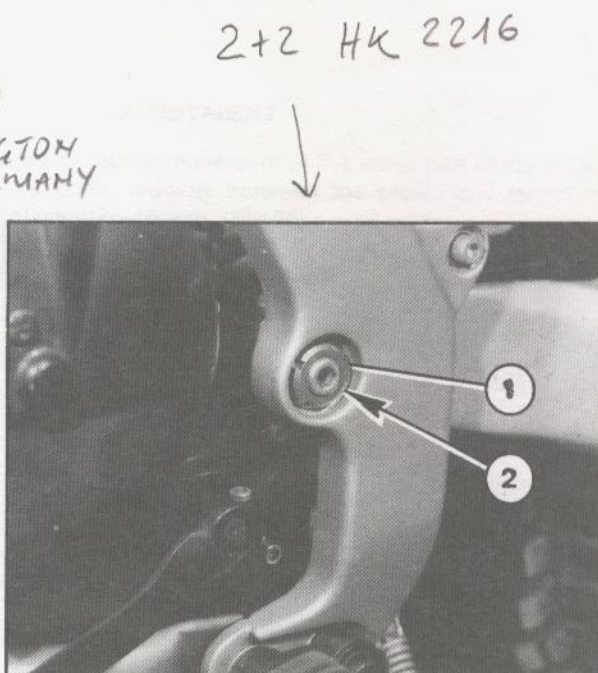

Fig. 29
- Svitare la ghiera di registro forcellone (1 Fig. 29).
- Riportare in posizione di riposo la bussola di registrazione (2 Fig. 29) situata all'interno della ghiera.
- Unscrew the fork adjuster ring nut (1 Fig. 29).
- Return the adjustment bush, situated inside the ring nut, to the rest position (2 Fig. 29).